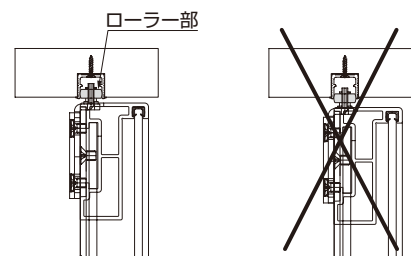

図 2-6-3
[3]ガイドローラー⑤のローラー部がガイドレールの溝に完全に納まるよう取り付けてください(図 2-6-3)。